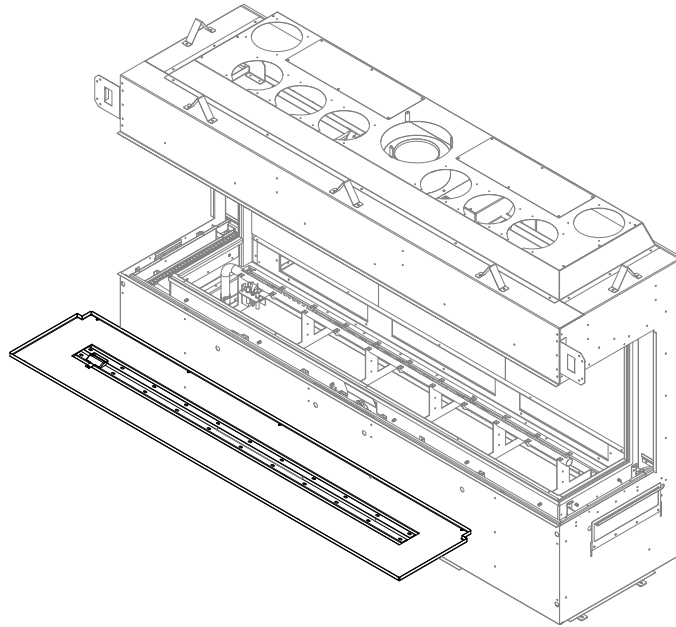

Figure 4.19 - Retrait du plateau à braise du brûleur et du tube de brûleur
5. Retirez toutes les vis à métal autour du périmètre du plateau à braises du brûleur et toutes les vis à métal le long du centre du tube de brûleur. Retirez du foyer le plateau à braises du brûleur et le tube de brûleur. Figure 4.19.